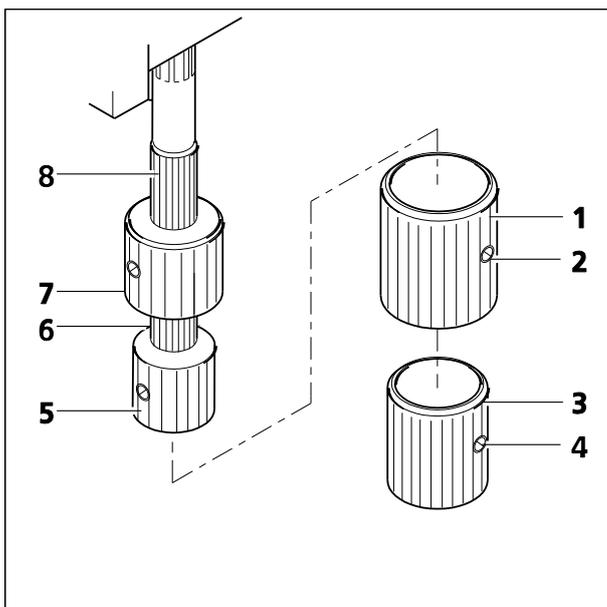

图 3-15 设置人体工学驱动装置
- 先拧开下部附加套筒 (图 3-15/3) 的两颗夹紧螺钉 (图 3-15/4), 向下拉掉套筒, 再拧开上部附加套筒 (图 3-15/1) 的两颗夹紧螺钉 (图 3-15/2), 同样向下拉掉套筒。
- 从齿轮旋钮上取下附加套筒（图 3-15/1 和 3）（如果有）。为此，请拧下夹紧螺钉。
- 向下滑动 X 轴齿轮旋钮（图 3-15/5），然后向上滑动 Y 轴齿轮旋钮（图 3-15/7）。
- 握住 X 轴齿轮旋钮（图 3-15/5）不动，将其上方的浅色滚花旋环（图 3-15/6）向右（较易运动）或向左（较难运动）转动，直至获得所需的易运动度。
- 握住 Y 轴齿轮旋钮（图 3-15/7）不动，将其上方的浅色滚花旋环（图 3-15/8）向右（较易运动）或向左（较难运动）旋转，直到获得所需的易运动度。